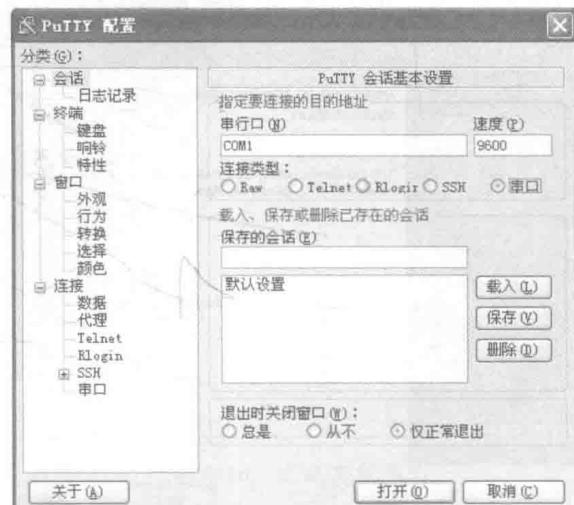

图 4-6 连接类型选择界面
(4) 在“连接类型”选项选择“串口”，此时窗口出现“串行口”与“速度”设置的内容，如图 4-6 所示。串口波特率常用的有 9600 或 115200，我们可以根据自己的需要进行选择。